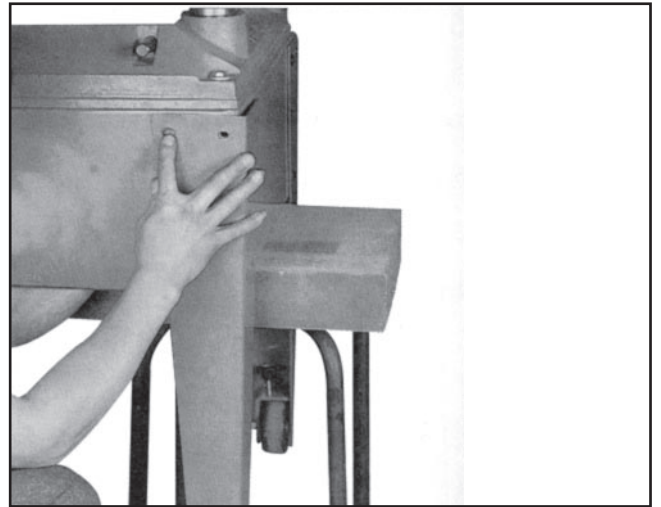

Figura 2
2. Usando ya sea un equipo para manejo de material o varios asistentes fuertes, suba cuidadosamente la cepilladora a un soporte temporal. El apoyo temporal debe ser lo suficientemente alto para dar espacio para instalar las patas y no debe interferir con ninguna de las cuatro esquinas donde se instalan las patas. Figura 2.